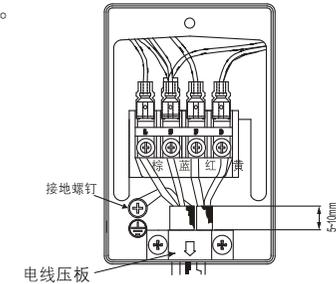

图 24
- (1) 把室外机组中连接电缆按图24所示正确地牢固连接。(紧固力矩8-15kgf·cm)
- (2) 用电缆压板将连接电缆用螺钉紧固。(电缆压板固定时，所示箭头必须向下)
- (3) 必须将黄/绿线如图24所示接至前面板带有“⊕”标志的接地螺钉上。
- (4) 连接电缆不可以碰铜管的裸露部分及截止阀。